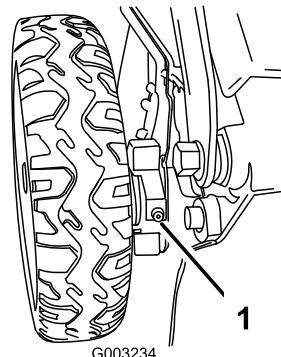

Figure 51
1. Essuyez les graisseurs situés juste à l'intérieur des roues arrière avec un chiffon propre (Figure 51).